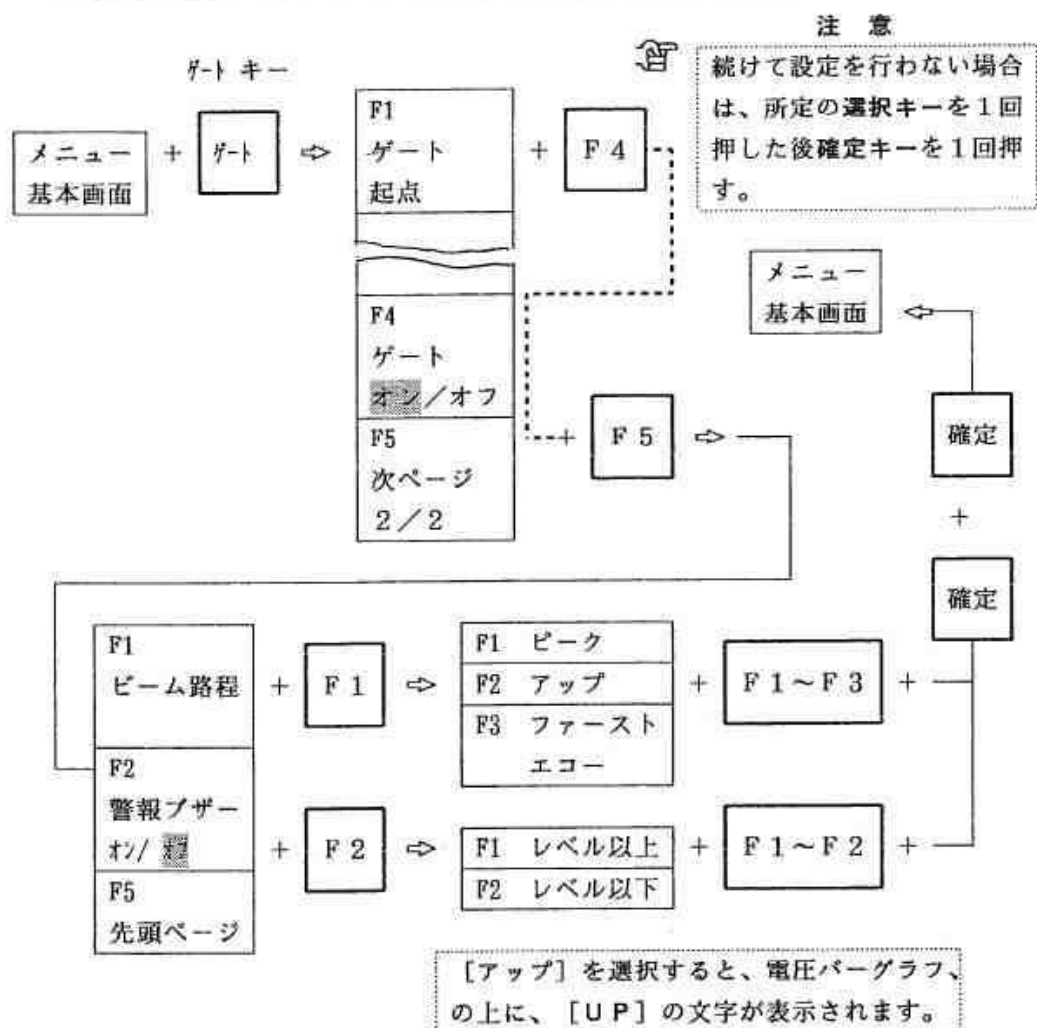

図 6.2.29-2 ビーム路程測定点、警報機能の設定方法
- ① 機能キー [ゲート] を一回押して、メニューエリアに図 6.2.29-2 に示したゲートメニューを表示させます。
- ② 初期設定は [オン] となっていることを確認して下さい。ゲート機能が [オン] の場合に限り、エコー高さやビーム路程の測定機能は有効です。
- ③ ゲート機能を [オフ] にしたいときは選択キー [F4] を1回押します。
- ④ 続いて選択キー [F5] を1回押します。図 6.2.29-2 のようにメニューエリアにゲートメニューの次ページが表示されます。
- ⑤ [ビーム路程の設定] は、[ピーク] に設定されていますが、[アップ] に変更したい時は、選択キー [F1] と [F2] を連続して押して下さい。
- ⑥ ファースト・エコーに設定したい場合は、選択キー〔F1〕を1回押した後、選択キー〔F3〕を続けて押して下さい。この操作で、探傷条件表示エリアの全ての項目がクリアされ、図 6.2.29-3 に示すような〔検出レベル〕と書かれた灰色の背景の空欄に変わります。